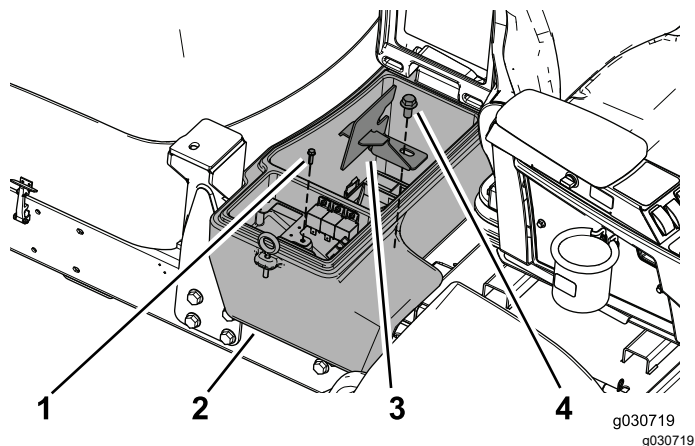

Figura 23
5. Utilizzate la vite per fissare la piastra di rinforzo alla macchina e il bullone ($\frac{1}{2}$ " x 1") per fissare la fascetta del vano batteria e il vano batteria alla macchina (Figura 23).